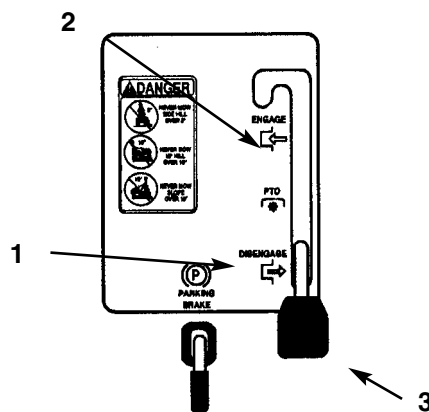

Fig. 4
2. Sett kontrollen til "ENGAGED" (fig. 4).
2. Flytt kontrollen til "DISENGAGED" (fig. 4).